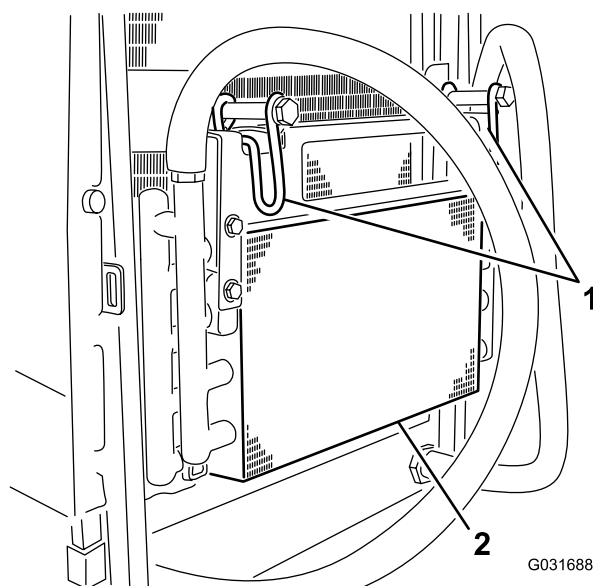

Рисунок 51
5. Поверните защелки внутрь, чтобы освободить маслоохладитель (Рисунок 51).